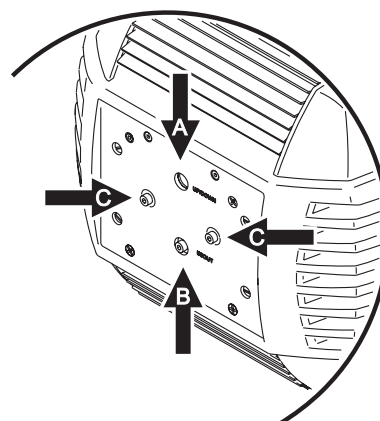

Figura 6: Tornillos de ajuste de lámpara
- Observar la Figura 6. Centrar el "hot spot" verticalmente con el tornillo Allen superior de ajuste (A) situado en el centro de la placa posterior. Centrar el "hot spot" horizontalmente utilizando los tornillos de ajuste lateral (C).
- Si existe una concentración "hot spot" excesiva, girar el tornillo de ajuste inferior (B) en sentido antihorario hasta que el haz de luz quede uniformemente distribuido. Si la luz es más brillante en los extremos que en el centro o si el nivel lumínico es bajo, girar el tornillo de ajuste inferior (B) en sentido horario hasta que el haz de luz quede uniformemente distribuido.